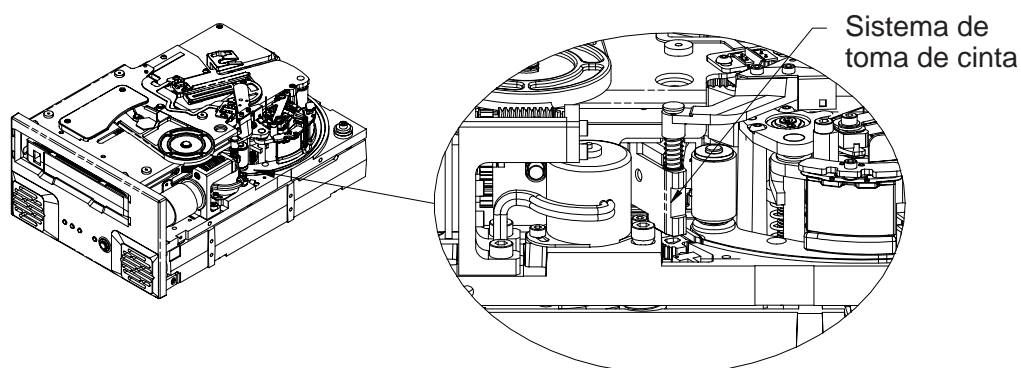

Figura 21. Diagrama de la parte inferior de la unidad Viper 200 con el sistema de toma de cinta cerca del cartucho
9. Empuje suavemente el sistema de toma de cinta hacia el cartucho, como se muestra en la Figura 21.